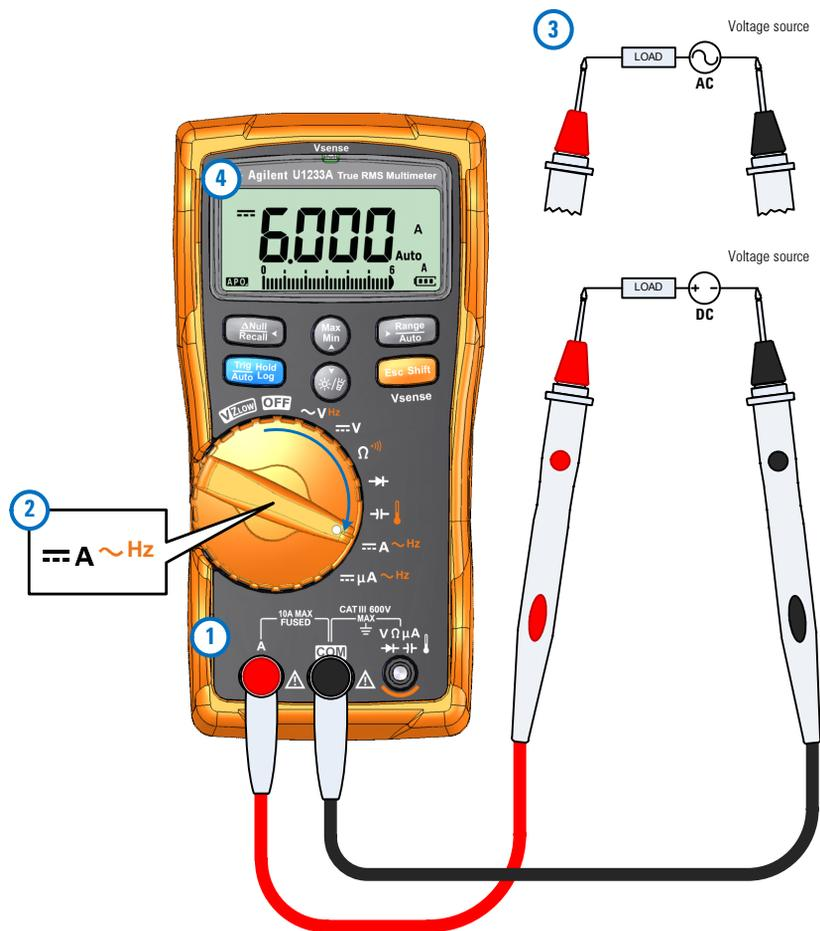
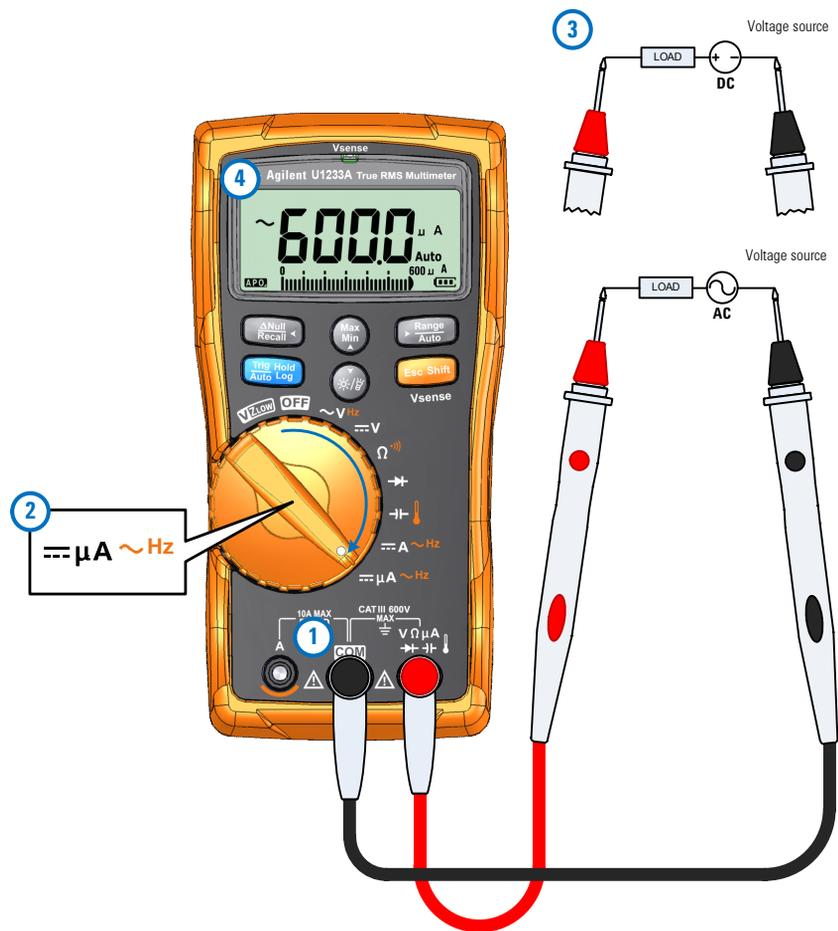

Figura 2-24 Medición de corriente de CC/CA (hasta A)
Figura 2-25 Medición de corriente de CC/CA (hasta μA)
Configure el multímetro para medir corriente de CA o CC como se muestra en la Figura 2-24 y en la Figura 2-25. Controle los puntos de prueba y lea la pantalla.
- 1 Configure el multímetro para hacer mediciones de μA como se muestra en la Figura 2-25.